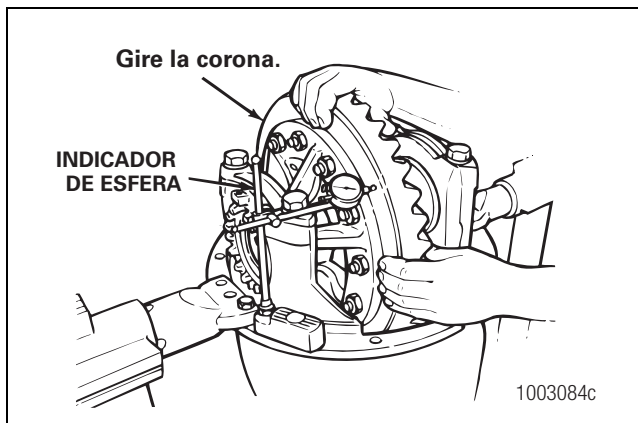

Figura 5.42
1. Fije un indicador de esfera sobre la brida de montaje del portadiferencial. Figura 5.42.
2. Ajuste el indicador de esfera de manera que el indicador esté contra la superficie posterior de la corona. Figura 5.42. Ponga el indicador de esfera en CERO.